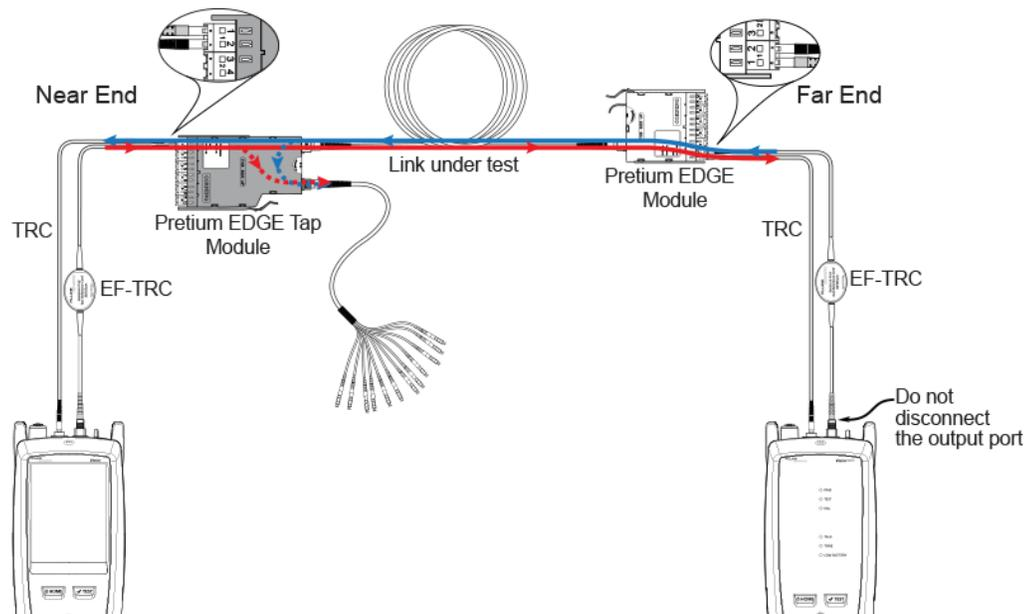

Figura 4. Conexões para testar os links de rede
2. Conecte os TRCs às extremidades próxima e remota dos links, conforme mostrado na Figura 4.